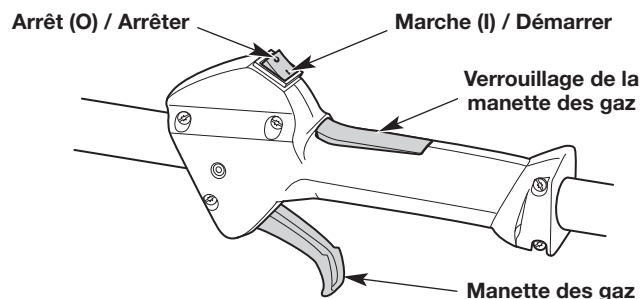
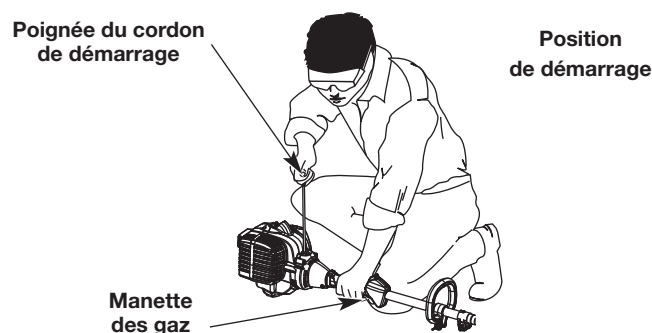

Fig. 10
Fig. 12
**AVERTISSEMENT :** Évitez un démarrage accidentel de l'unité. Afin d'éviter les blessures graves, l'utilisateur et l'appareil doivent se trouver en position stable lorsque le cordon de démarrage est tiré (Fig. 12).
**REMARQUE :** Il est inutile de mettre l'appareil en marche. La commande Marche/Arrêt est en position Marche (I) en permanence (Fig. 10).
5. Placez-vous en position de démarrage (Fig. 12).
6. Appuyez sur le verrouillage de la manette des gaz et enfoncez la manette des gaz (Fig. 10). Tirez sur la corde de démarrage en effectuant un mouvement contrôlé et ferme à **5 reprises** (Fig. 12).
2. Maintenez la commande Marche/Arrêt enfoncée en position ARRÊT (O) jusqu'à ce que le moteur soit complètement arrêté (Fig. 10).